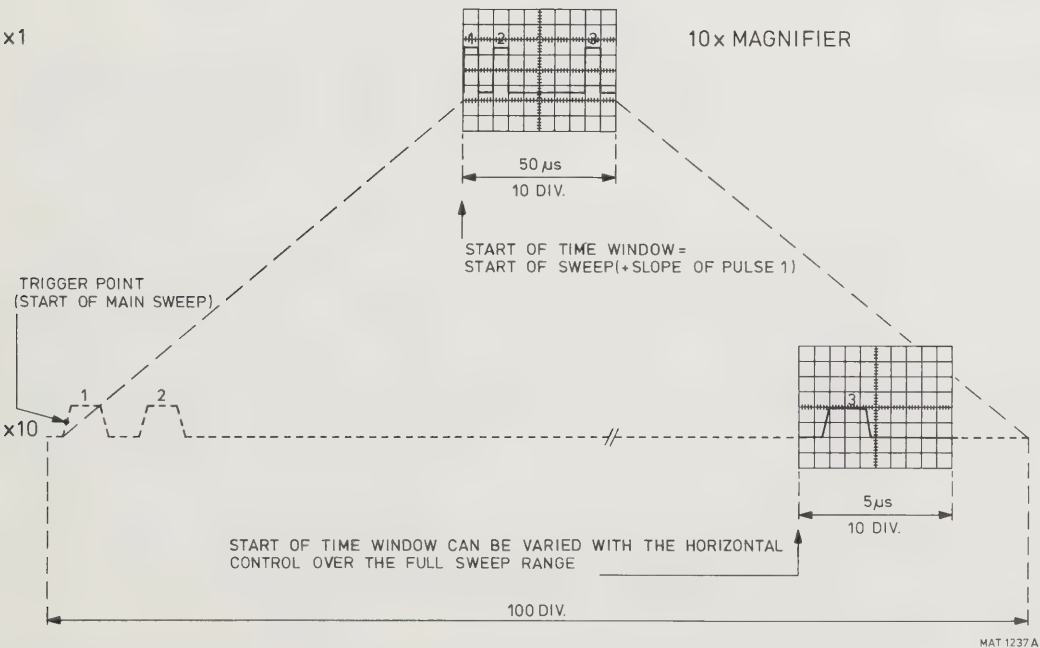

Abb. 4.15. X-Dehnung
- Die hierunter in Abb. 4.15 gekennzeichneten Tasten drücken.